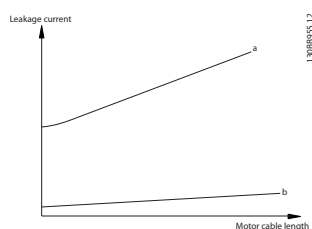

Рисунок 3.28 Влияние длины кабеля и мощности на ток утечки.
- мощность преобразователя частоты (см. *Рисунок 3.28*)